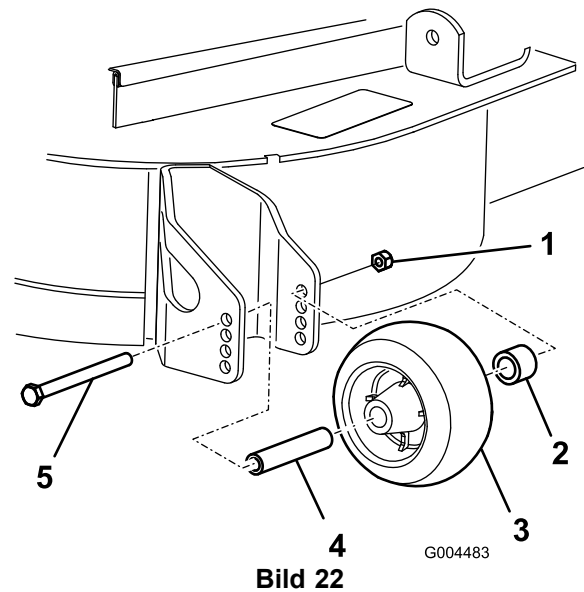

Bild 22
- Nach dem Einstellen der Schnitthöhe sollten Sie die Rollen einstellen. Nehmen Sie die Bundmutter, die Buchse, das Distanzstück und die Schraube ab (Bild 22).
Hinweis: Ziehen Sie sie auf 54-61 Nm an (Bild 22).